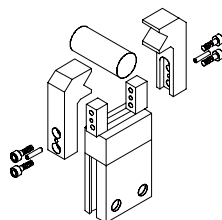

Fig. 10
- Monte dos tornillos de sujeción en los agujeros roscados de cada mandíbula (véase Fig. 10).